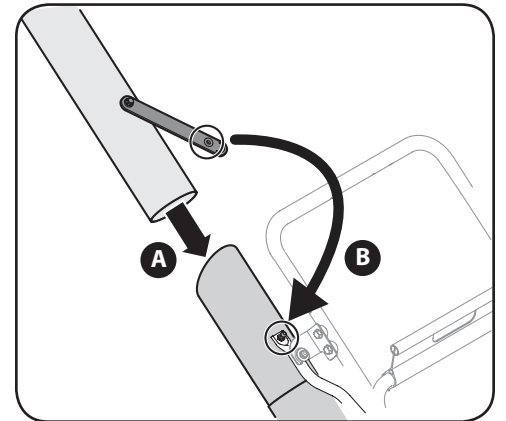

Figura 4-6
- b. Correa segura en extensión de manguera para fijar en asamblea de manguera. Vea la Figura 4-6.